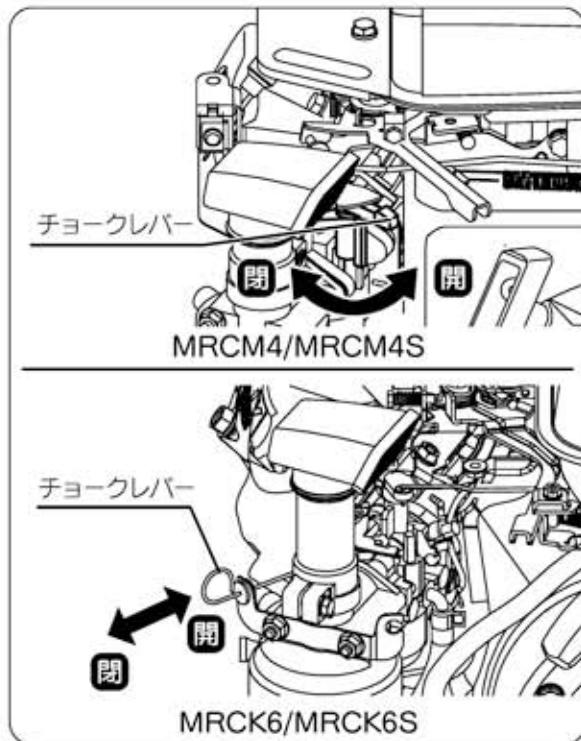

図26
- ⑤ 外気温がおよそ15°C以上のときには、チョーク操作は不要です。それ以外のときにはチョークレバーを【全閉】位置にします。一度暖まったエンジンを始動するときは、チョークレバーを【開】または【半開】位置にしてください。(図26)